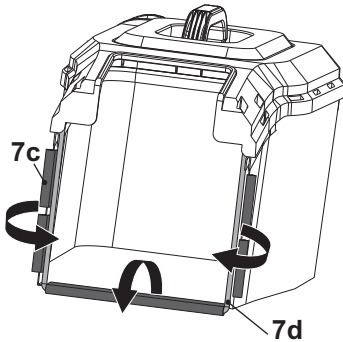

Fig. 5
1. Fixez les trois clips en caoutchouc (7c) sur la tige de support (7d) du bac de ramassage (7) (Fig. 5).